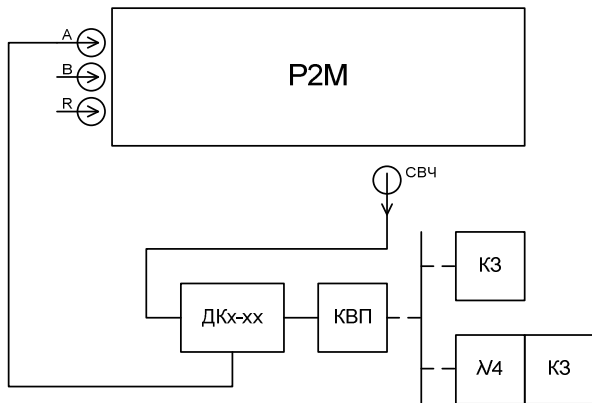

Рисунок 12 - Схема калибровки с датчиком КСВ, без опорного канала
- с датчиком КСВ, без опорного канала (рис. 12);